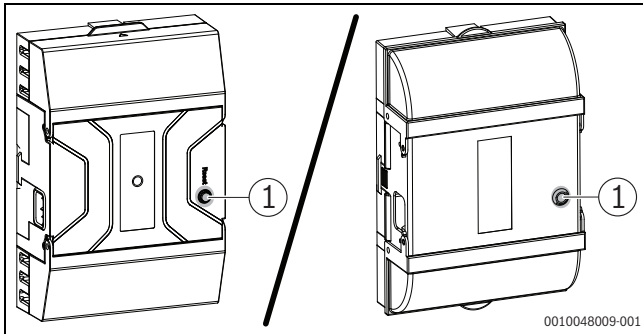

Bild 89 Störungen am Feuerungsautomat zurücksetzen
- ▶ Taste „Entstören“ am Feuerungsautomat mindestens 5 sec drücken (→ Bild 89).